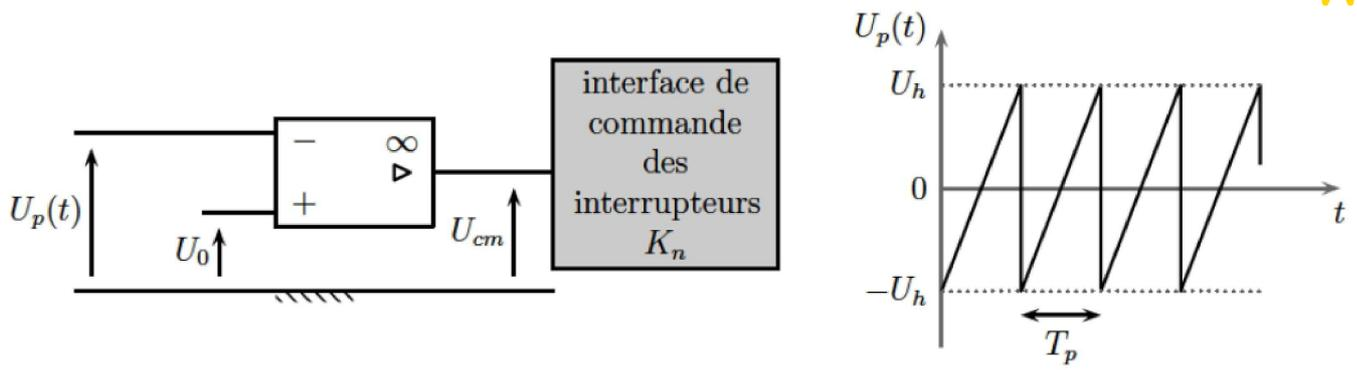

FIGURE 2 – Circuit générant la tension $U_{cm}(t)$.
12.) La tension de commande U_{cm} est générée par le montage de la figure 2, dans lequel l'amplificateur linéaire intégré est idéal. La tension U_0 est constante telle que $U_0 \in [-U_h; U_h]$, où $U_h > 0$. La tension $U_p(t)$, appelée porteuse, est T_p -périodique et en dents de scie (suite de rampes montantes). Justifier que l'amplificateur fonctionne en régime de saturation en tension (on note V_{sat} l'amplitude de la tension de sortie dans ce cas).